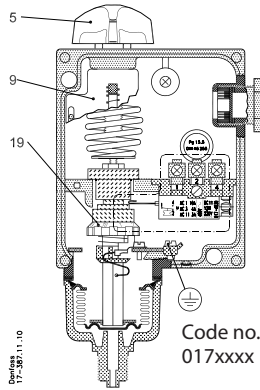
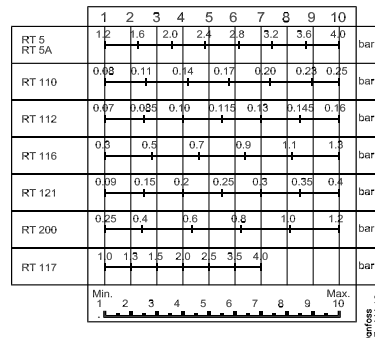
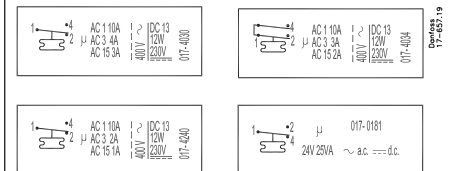

Fig. 1
Fig. 6
Fig. 7
The pressure controller is set by rotating the knob (5), at the same time reading the main scale (9). See fig. 1.
The differential is set by rotating the differential adjusting nut (19) to the value indicated by the use of the nomogram in fig. 6. The maximum operating pressure is thus the sum of the setting pressure and the differential.
2. Set the pressure switch for 8.2 bar by rotating the knob (5).
3. Set the differential adjusting nut (19) at the figure 7 which is found by reading the nomogram in fig. 6.
Der Pressostat ist nach der Funktion - Schliessen oder Öffnen, - die bei Druckabfall eintreten soll, einzustellen (Bereichseinstellung). Die Einstellung selbst wird mit dem Einstellknopf (5) unter gleichzeitiger Ablesung der Hauptskala (9) vorgenommen. Siehe Fig. 1. Die Differenz wird mit der Differenzrolle (19) nach dem Nomogramm in Fig. 6 eingestellt. Der obere Ansprechdruck ist also gleich der Summe von Einstelldruck und Differenz.
2. Pressostat mit dem Einstellknopf (5) auf 8,2 bar einstellen.
3. Differenzrolle (19) auf die Zahl 7, die sich beim Ablesen des Nomogramms in Fig. 6 ergibt, stellen.
Le pressostat est réglé d'après la fonction - fermeture ou ouverture du circuit - à pression décroissante (réglage de la plage). Le réglage proprement dit se fait au moyen du bouton cruciforme (5) en lisant sur l'échelle principale (9). Voir fig. 1. Le différentiel est réglé au moyen de la molette du différentiel (19) d'après le nomogramme de la fig. 6. La pression de fonctionnement la plus élevée est donc égale à la somme de la pression de réglage et du différentiel.
2. Régler le pressostat, au moyen du bouton cruciforme (5), sur 8,2 bar.
3. Régler le différentiel (19) sur le chiffre 7 donné par le nomogramme de la fig. 6.
El diferencial se ajusta haciendo girar la tuerca de ajuste diferencial (19) de acuerdo con el nomograma de la fig. 6. La presión de funcionamiento máxima es por consiguiente la suma de la presión de ajuste y del diferencial.